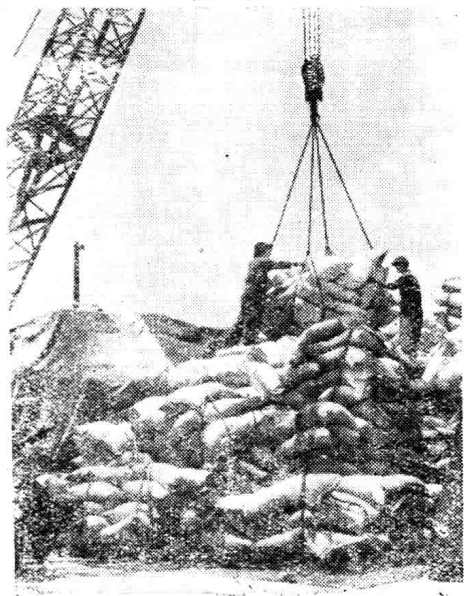

图 12
(2) 网络四角的绳子，必须在平车上放好或塞牢，不可拖落地面摩擦损坏。
(3) 成组关内的货物，发现有破包、漏包时，应在拖运之前先整理好，以保证质量（图12）。
(4) 行驶穿档不要勉强，必须确保货物安全，不受刮擦损坏。